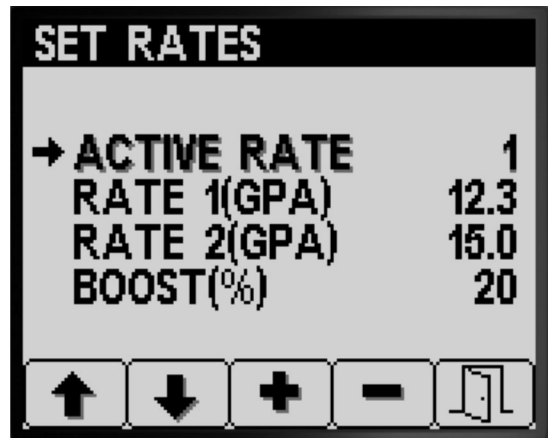

图 5
1. 按 1 号或 2 号按钮导航至 ACTIVE RATE 激活的喷洒率选项图 5。
2. 按 4 号按钮选择 ACTIVE RATE 激活的喷洒率选项图 5。
3. 按 3 号或 4 号按钮将编程激活的喷洒率设置为 RATE 1 喷洒率 1 或 RATE 2 喷洒率 2 图 5。